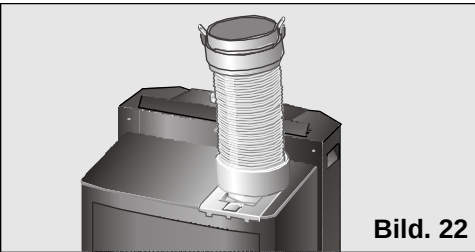

Bild. 22
- ☐ Avlägsna luftspidarmunstycket och placera röret för luftutsläpp enligt det som framgår av **Bild 22**.